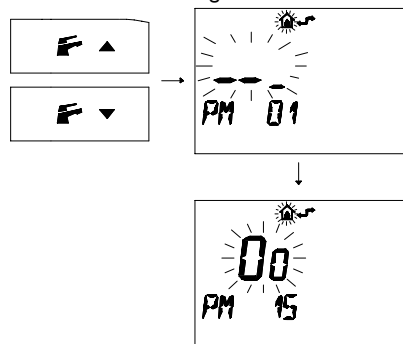

fig. 5.23
- 3 Premere i pulsanti  o  per visualizzare la programmazione "PM 15" abilitazione della sonda esterna fig. 5.23